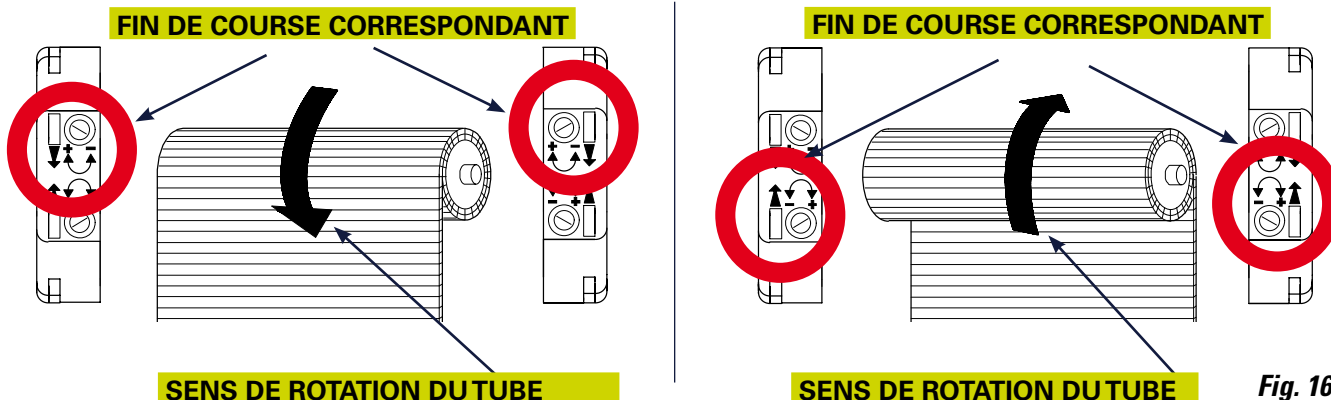

Fig. 16
- 2) Avec l'outil de réglage des fins de course, tourner la vis du fin de course correspondant au sens de rotation de descente du TUBE (Fig. 16), vers le signe plus (+) pour augmenter la course du volet roulant, vers le signe moins (–) pour la réduire.